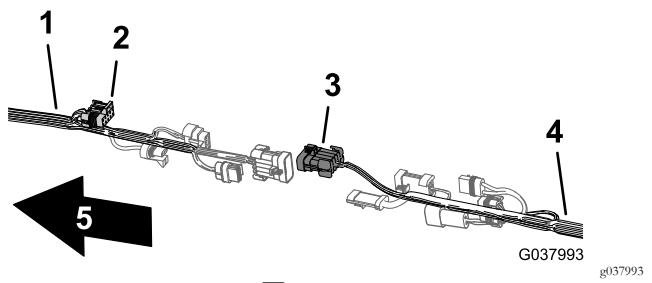

图 106
- 把用于打药车线束互连的前线束 10 插槽接头连接至用于打药车线束互连的后线束 10 针接头 图 106。